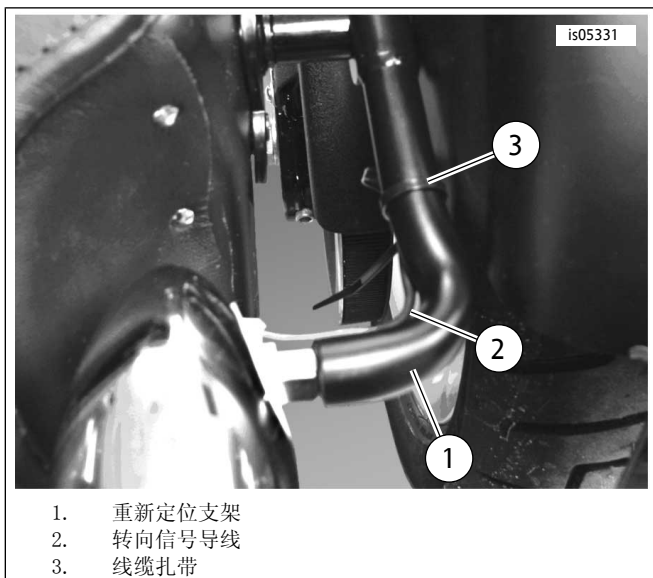

图3. 沿支架布设导线
1. 参见图3。沿重新定位支架(1)下侧布线转向信号导线(2)。在90度弯角前方使用套件中的线缆扎带(3)将导线绑扎至支架。